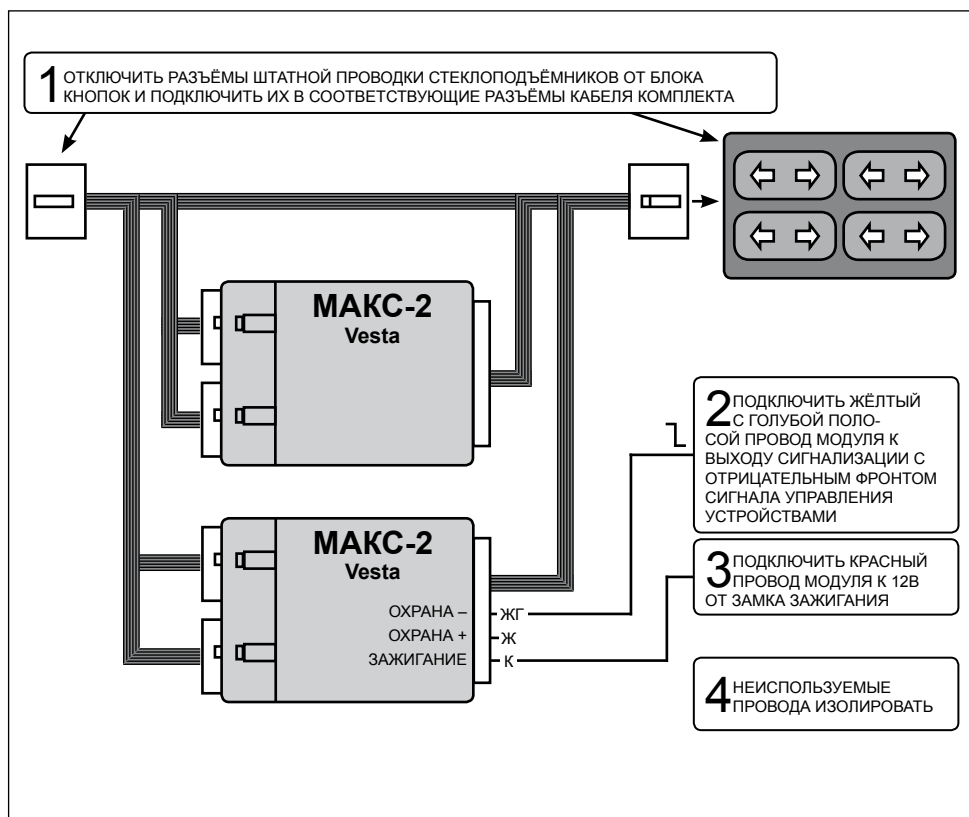

Рисунок 2. Схема подключения комплекта модулей МАКС-2 Vesta к сигнализации с отрицательным фронтом на выходе управления внешними устройствами
5.6 Для режима автоматического подъёма стёкол при постановке на охрану подключить один из проводов «ОХРАНА» модуля к цепи, на которой появляется импульс при постановке на охрану. Вход «ОХРАНА +» срабатывает на перепад напряжения от 0 до 12 Вольт (положительный фронт), а вход «ОХРАНА –» срабатывает на падение напряжения (отрицательный фронт) (рисунок 2). Неиспользуемый провод изолировать.